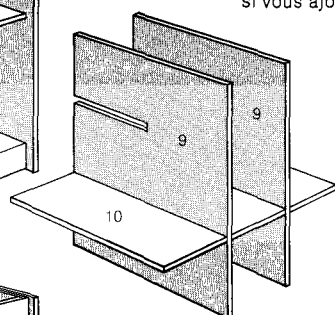

Fig. 5. Classeur à disques ou à revues. La porte (facultative) protège le contenu contre la poussière.
Collez et clouez les lattes horizontales (11) aux lattes verticales (12). Collez les panneaux (13) de chaque côté de ce cadre (fig. 5). Rabotez la porte pour l'ajuster au casier en laissant un passage de la largeur des charnières.
Découpez des encoches de  $\frac{1}{2}$ " de prof. et de  $\frac{3}{4}$ " de large dans les lattes de côté du cadre sup. pour le logement des baguettes entretoises (14). La baguette avant est placée à  $5\frac{1}{2}$ " du bord avant du cadre, et le chant arrière de la baguette arrière se trouve à  $1\frac{1}{2}$ " du bord arrière du cadre (fig. 5).